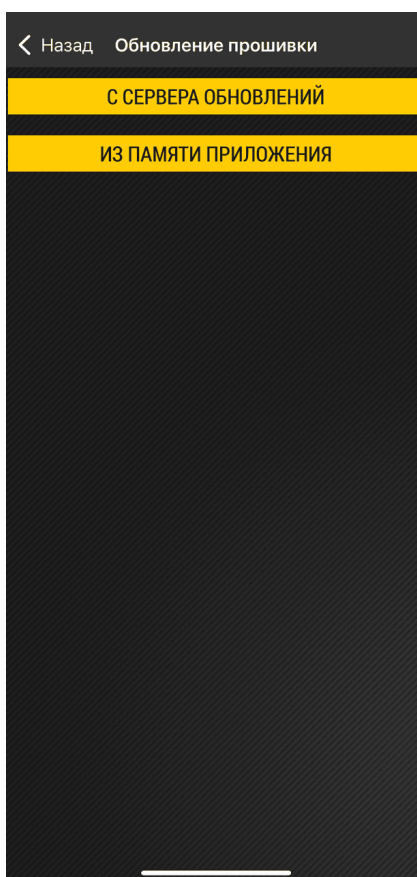

Рис.40. Меню «Обновление прошивки»
2. Откроется меню выбора источника установки прошивки (**Рис.40**). Выберите источник: